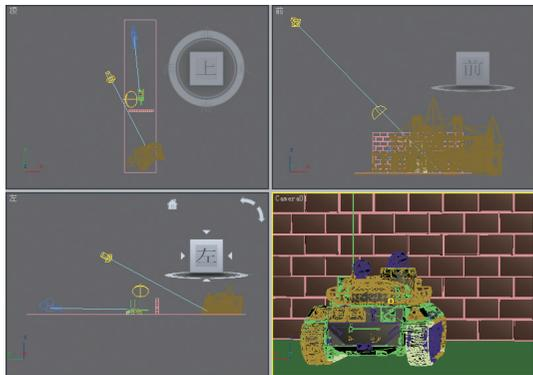

图9-17 打开场景文件
**01** 打开随书光盘本章目录下的“刚体测试.max”文件，如图9-17所示。